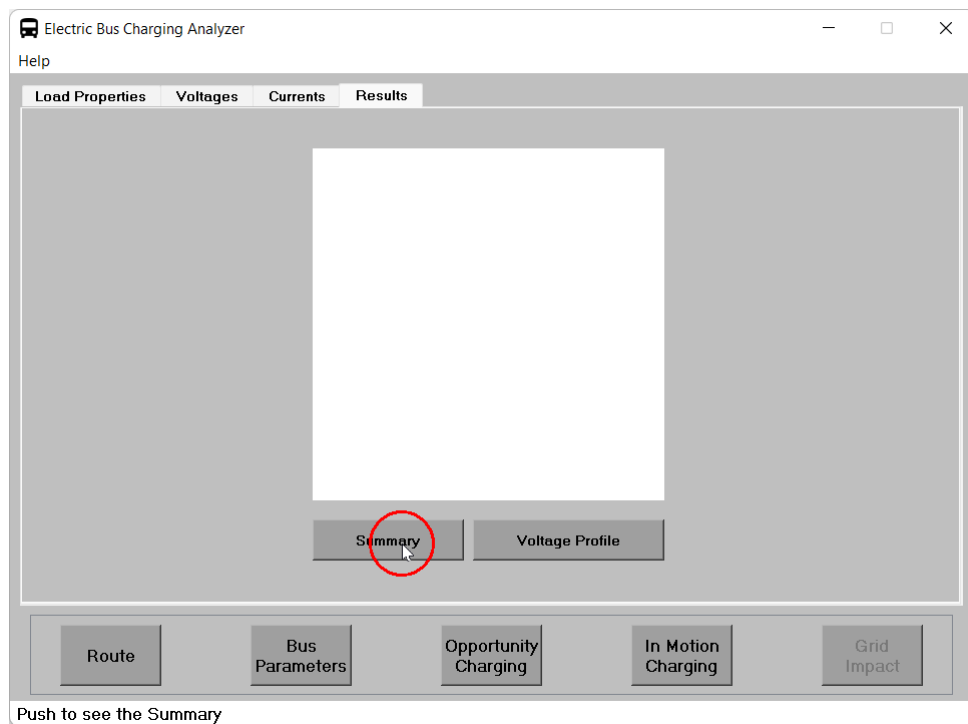

Figura 64: Resumen.
16. Presionar el botón **Summary** como se muestra en la figura 64 para visualizar el resumen del circuito al último minuto del día.